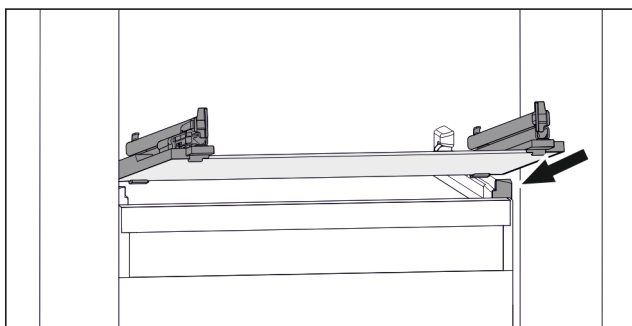

Fig. 52 Eksempel på fremstilling av glassplaten
- ▶ Sett glassplaten på skrå bak stopperne. (se Fig. 52)